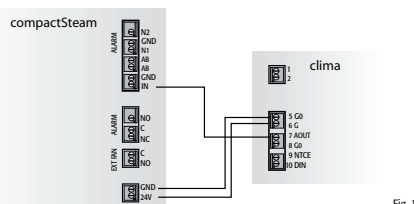

Fig. 1
1. collegare i due dispositivi con il cavetto in dotazione seguendo lo schema in Fig. 1;
1. connect the two devices with the supplied wire as shown in Fig. 1 diagram;